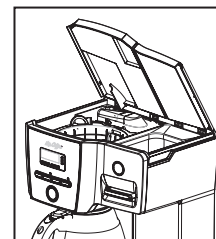

Figura 5
3. Abra la tapa y vierta la cantidad de agua que se desea calentar y consumir inmediatamente (hasta 16 onzas fluidas - . 475 ml) a la cámara de calentamiento. **NO SOBREPASE LA CÁMARA DE CALENTAMIENTO. NO UTILIZAR MÁS DE 16 FL . OZ. (475 ml)** . El nivel de agua debe ser siempre menor que el borde de plástico negro en el calentador. (Figura 5)
2. Inserte un filtro de papel para 10-12 tazas marca MR. COFFEE® o un filtro permanente marca MR. COFFEE® en la canasta removible del filtro (se vende por separado). (Figura 5).